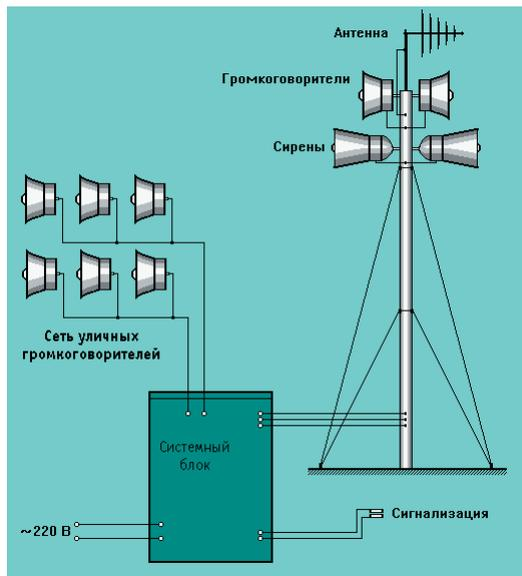

Рис. 4. Внешние подключения системного блока поста оповещения
- К системному блоку через соответствующие разъемы подключаются следующие изделия (рис. 4):